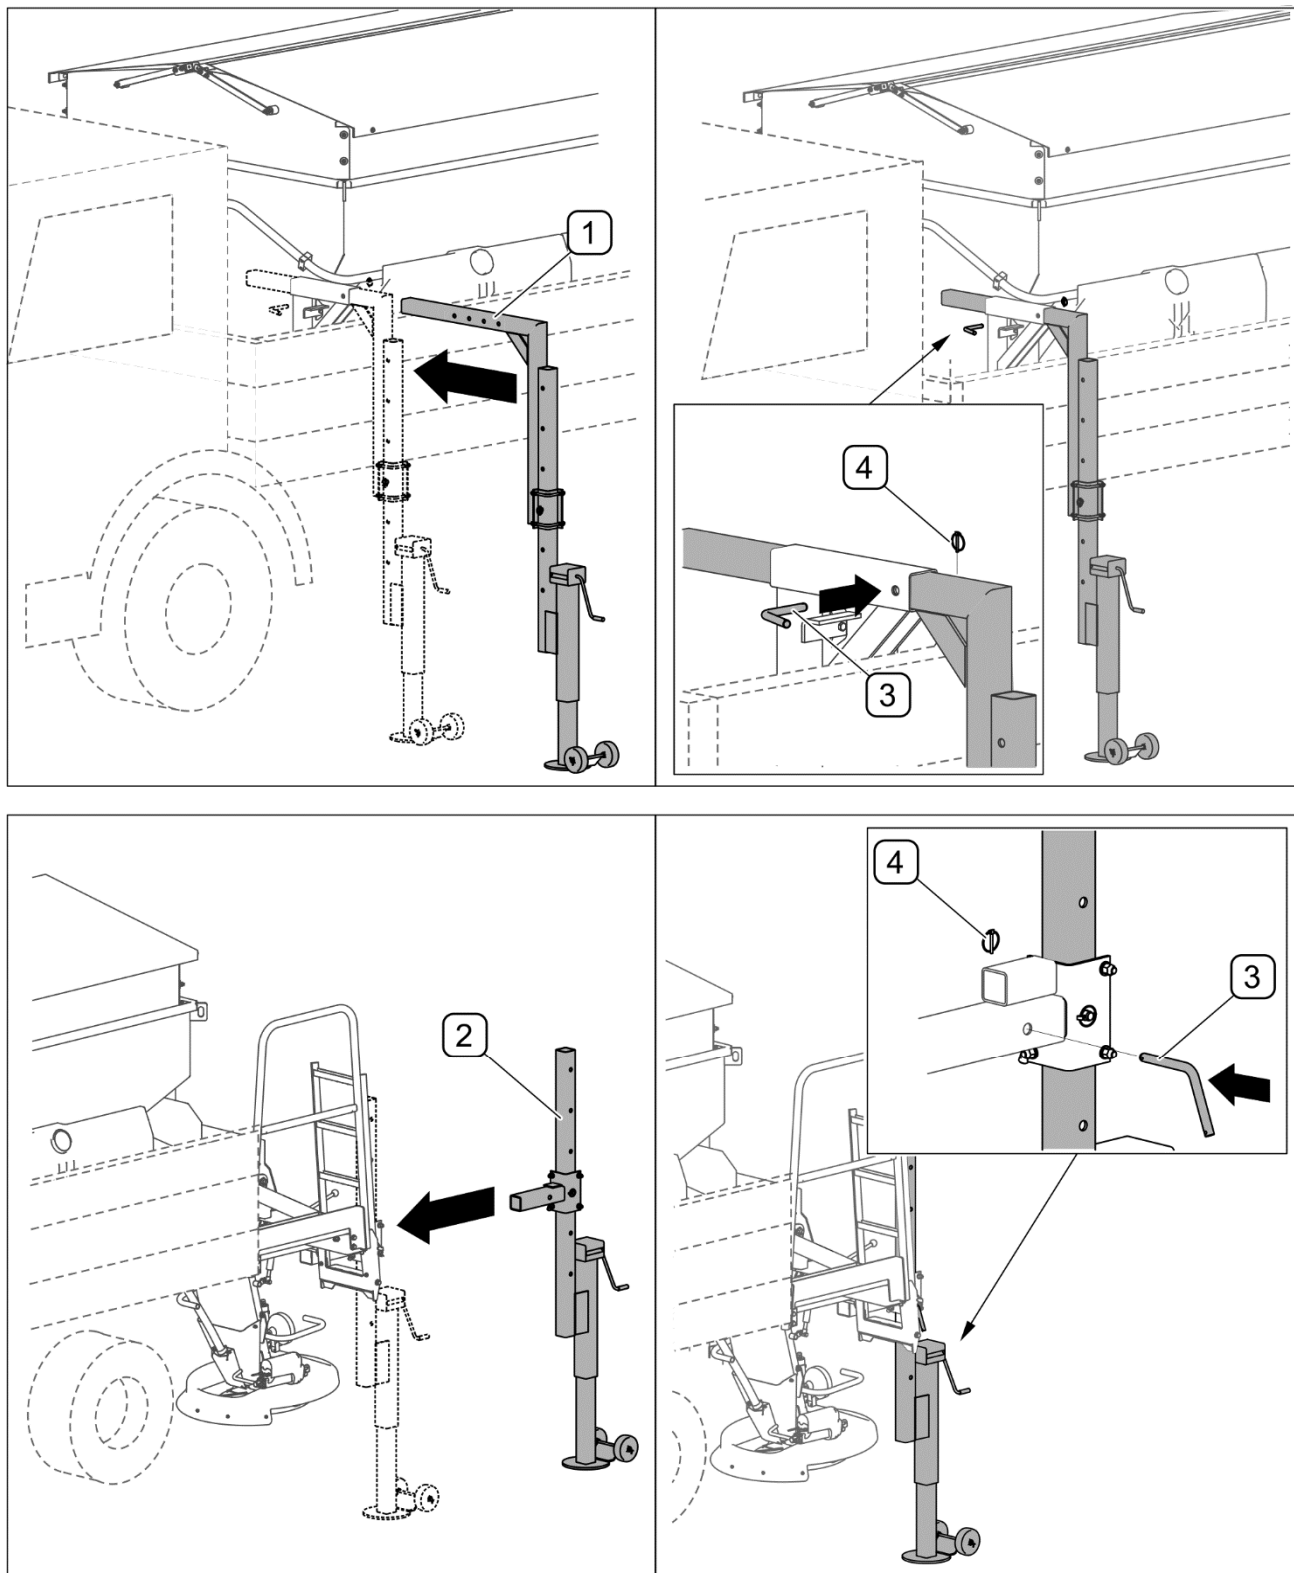

РИСУНОК 4.36Монтаж стояночных опор
- Демонтировать передние (1) и задние (2) стояночные опоры (РИСУНОК 4.36) и заблокировать шплинтами (3) и чеками (4).